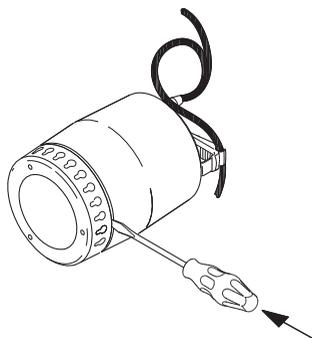

Fig. 10 Come rimuovere la griglia di aspirazione
3. Rimuovere la griglia di aspirazione. Inserire un cacciavite tra la camicia della pompa e la griglia e premere con forza. Fare lo stesso in diversi punti lungo la griglia fino a che non si sblocca ed è possibile rimuoverla. Vedere la fig. 10.